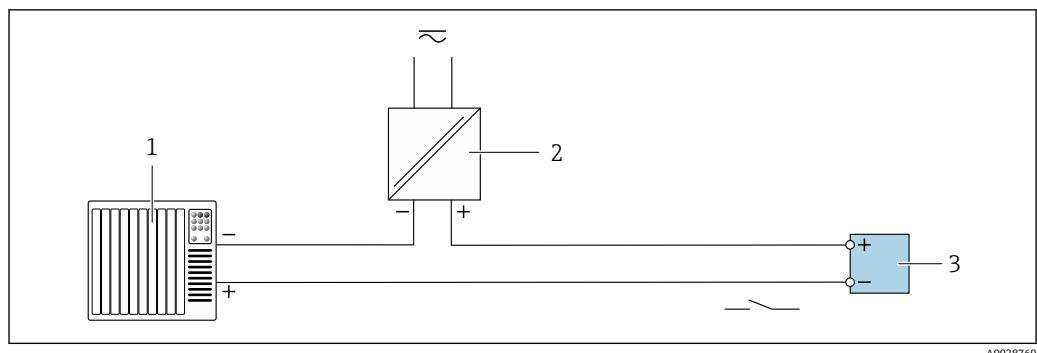

图 14 开关量输出(无源信号)的连接实例
- 3 变送器：注意输入参数→ 图 14
- 3 变送器: 注意输入参数→ 图 14